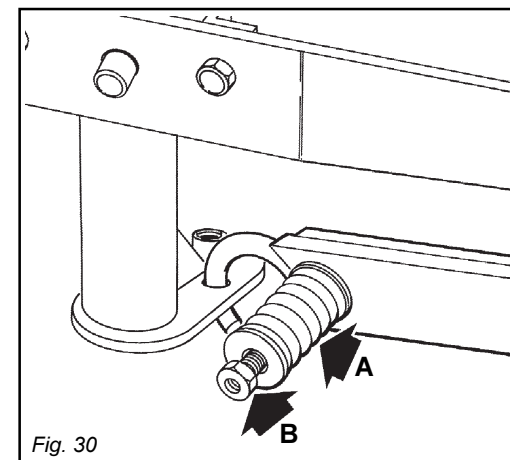

Fig. 30
- La falciatrice è dotata di un dispositivo di sicurezza contro gli ostacoli. Quando, causa urto, si sgancia, arrestarsi senza sollevare la sbarra. Spegner il trattore e mantenerlo ben fermo. Controllare che l'albero cardanico non si sia sfilato, altrimenti ricomporlo. Fare retromarcia finché il tirante di sicurezza si riaggancia. Se il tirante di sicurezza si dovesse sganciare con troppa facilità, regolare la molla (A, Fig. 30) tramite il dado (B, Fig. 30) stringendolo di mezzo giro per volta.
- The mower is fitted with a safety device for protection against obstacles. If this device is tripped by impact with an obstacle, stop the tractor without raising the cutting arm. Check that the universal joint has not become separated, if so, reassemble it. If the tie rod releases easily, adjust spring (A, Fig. 30) using nut (B, Fig. 30) which should be tightened half turn at a time.
- Die Sicherheitsstange (B, Abb. 25) aus dem Balken entfernen und im eigenen Sitz einstecken. Die Mähmaschine ist mit einer Sicherheitsvorrichtung gegen Hindernisse ausgerüstet. Falls diese durch Anstoßen an ein Hindernis zurückspringen sollte, muss man anhalten, ohne die Maschine zu heben und prüfen, ob die Kardanwelle nicht herausgesprungen ist; sonst muss sie wieder zusammengesetzt werden. Dann Rückwärts fahren bis die Sicherheitsstange wieder einhakt. Falls die Sicherheitsstange zu leicht aushaken sollte, muss die Feder (A, Abb. 30) durch die Mutter (B, Abb. 30) reguliert werden, indem diese jedesmal um eine halbe Umdrehung angezogen werden.
- La faucheuse est équipée d'un dispositif de sûreté contre les obstacles. Si le tirant se décrocherait avec trop facilité, régler le ressort (A, Fig. 30) au moyen de l'écrou (B, Fig. 30) en le serrant d'un demi-tour par fois. Quand il cause heurt, il se décroche, s'arrêter sans soulever la barre. Vérifier que l'arbre à cardan ne soit pas défilé, autrement le rassembler, faire marche arrière jusqu'au moment où le tirant de sécurité se raccroche.
- La segadora está provista de un dispositivo de seguridad contra los obstáculos. Cuando después de haber chocado se desengancha, hay que pararse sin levantar la barra. Controlar que el árbol cardán no haya salido, de otro modo hay que volverlo a componer, hacer marcha atrás hasta que el tirante de seguridad se vuelva a enganchar. Si el tirante se desengancha con demasiada facilidad, regular el muelle (A, Fig. 30) mediante la tuerca (B, Fig. 30) cerrándola de media vuelta cada vez.